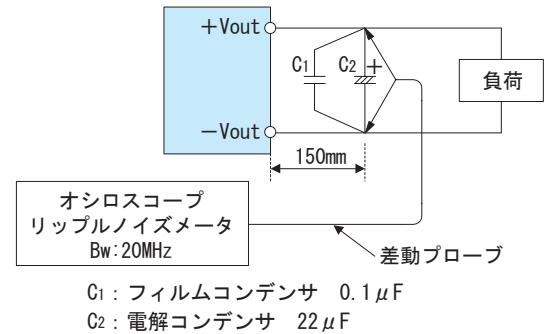

図2.1 出力リップル・リップルノイズ測定方法
- 測定環境によって出力リップルノイズに影響を及ぼす場合がありますので、図2.1に示す測定方法を推奨します。